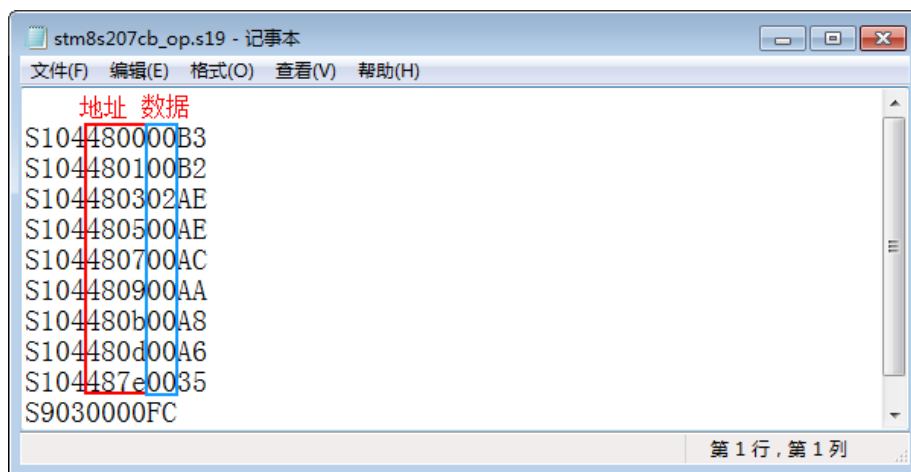

图 2.13-6 选项字节文件内容解析
4、用 Windows 系统自带的记事本，打开刚才保存的选项字节文件，里面的文件内容如图 2.13-6 所示。